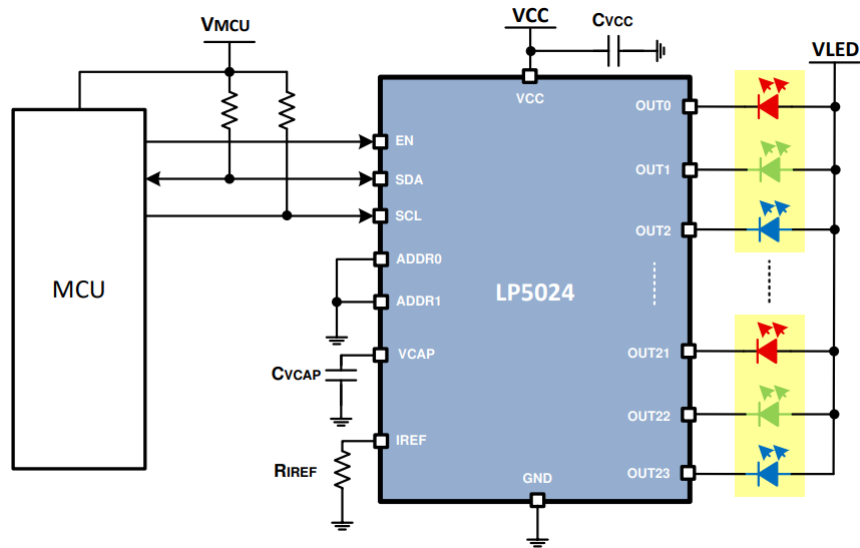
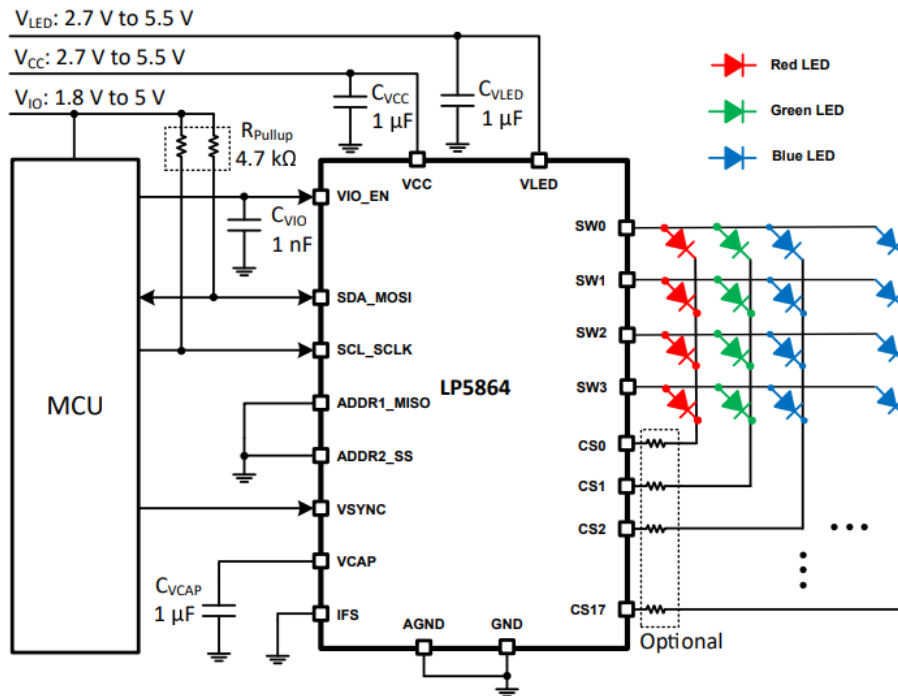

图 2. LP5024 驱动方案
图 3. LP5864 驱动方案
2. LED 动画：人眼具有视觉暂留特性，在 LED 亮度和色彩快速变化的时候，人眼反应有延迟，因此就达到动画的效果，比如呼吸、闪烁、变色和追逐等。比如冰箱、空调和洗衣机的显示面板，通过 LED 动画可以实现比较酷炫的人机互动。这种应用的驱动方案一般需要恒流控制，常用专用的 LED 驱动芯片，比如 LP5024 和 LP5868 等，如图 2 和图 3 所示。图 2 为直驱方案[2]，比较适合驱动电流大、灯数少的应用场景。图 3 为矩阵方案[3]，比较适合驱动电流小、灯数多的应用场景。